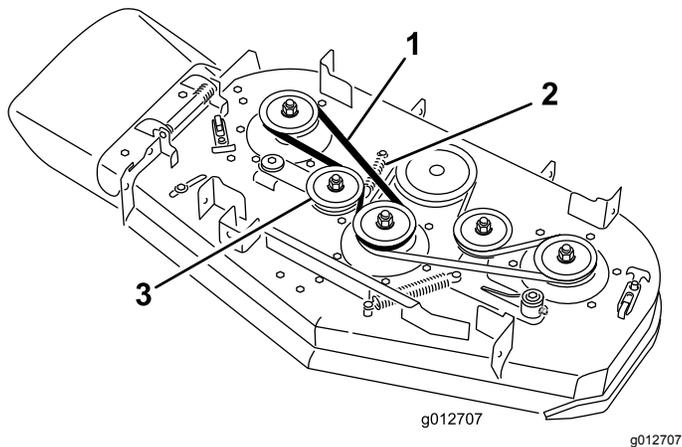

図 64
7. 右側デッキプーリとアイドルプーリに、先ほど外したまたは新しいベルトを取り付ける 図 64。
5. 右側刈り込みデッキベルトを取り外す 図 64。